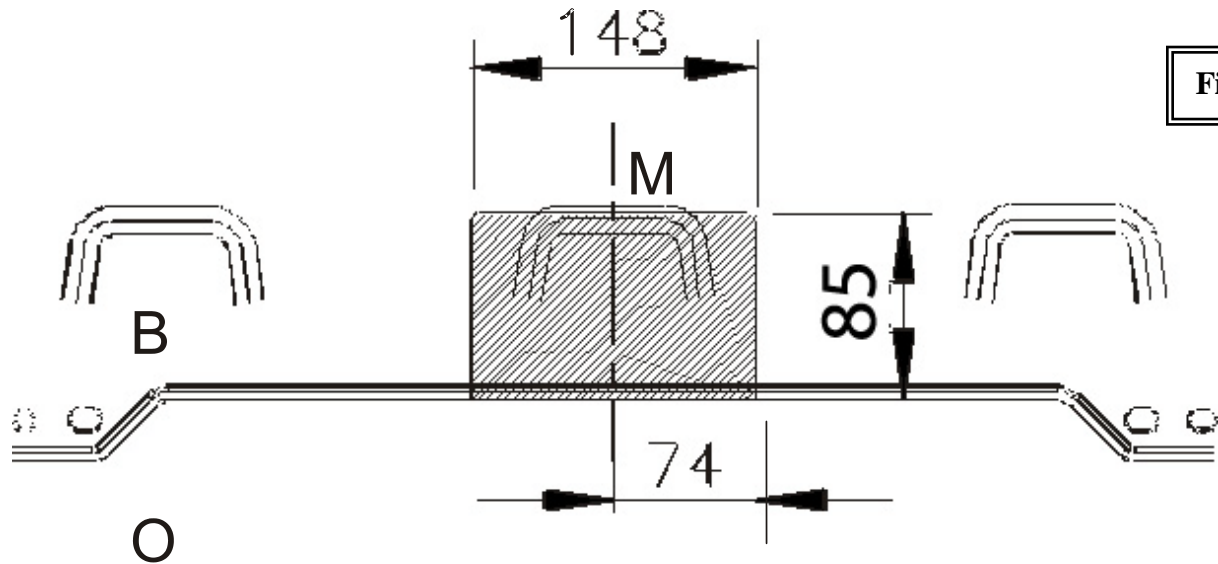

Fig.1
3. Positionnez le crochet de remorque avec réf.(A) et réf.(B) contre la face arrière et réf.(C) contre la face inférieure de la poutre transversale, sur les fraisages prévus. Introduisez, dans les forages prévus et via la face avant, les petits tubes avec réf.(1) dans la poutre transversale et via la face arrière de la poutre transversale dans la contre-plaque réf.(2). Introduisez tous les boulons et rondelles et vissez le tout fermement (voir couples de serrage).
4. Faites une entaille dans la face inférieure du pare-chocs selon la figure 1. Montez le pare-chocs sur le véhicule.
3. Positionieren Sie die Anhängerkupplung mit Ref. (A) und Ref. (B) an der Rückseite und Ref. (C) an der Unterseite des Querbalkens an den vorgesehenen Bohrungen. Montieren Sie über die Vorderseite in den vorgesehenen Bohrungen die Rohre mit Ref. (1) in den Querbalken und über die Rückseite desselben die Gegenplatte Ref. (2). Bringen Sie alle Bolzen und Ritzel an und schrauben Sie alles ordentlich fest (siehe Anzugsmomente).
4. Machen Sie in der Unterseite der Stoßstange einen Einschnitt gemäß Abbildung 1. Montieren Sie die Stoßstange am Fahrzeug.